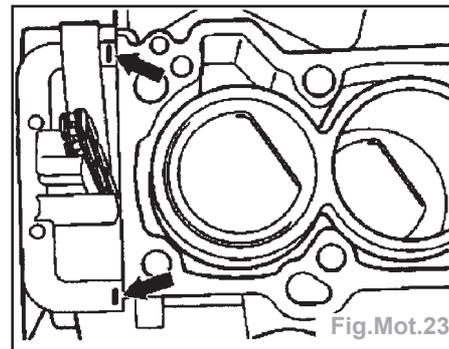

Fig.Mot.23
- Appliquer du mastic d'étanchéité (flèches) au talon entre la culasse et le couvercle de carter de distribution (Fig.Mot.23).